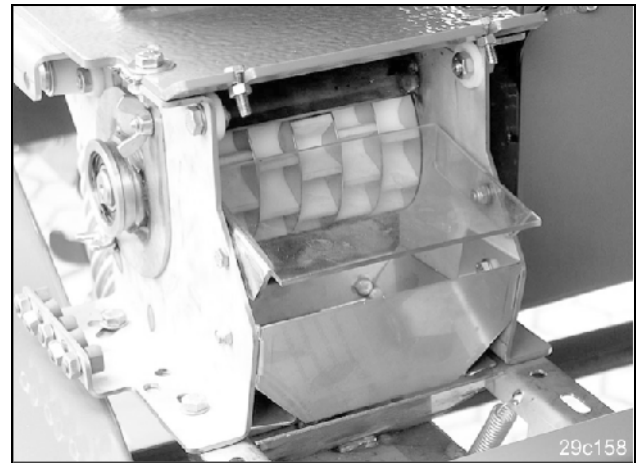

Fig. 72
- Figur (Fig. 72) zeigt den geschlossenen Schieber.